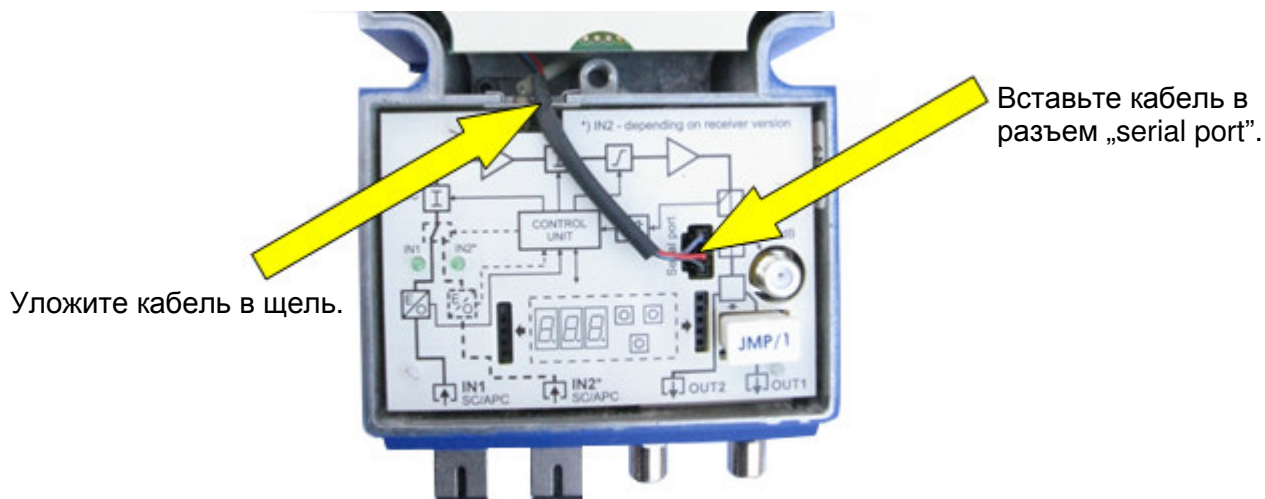

Рис. 8.9. Седьмой этап замены модуля удаленного мониторинга M-729.
- Рис. 8.9. Седьмой этап замены модуля удаленного мониторинга М-729.